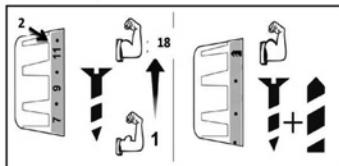

Рис. 4
4.6 Изменение предельного момента затяжки осуществляется установкой муфты 2 (рис.1 и рис.4) в положение, указанное стрелкой на корпусе:
Установите муфту регулировки 2 (рис. 4) в положение «Сверло» .